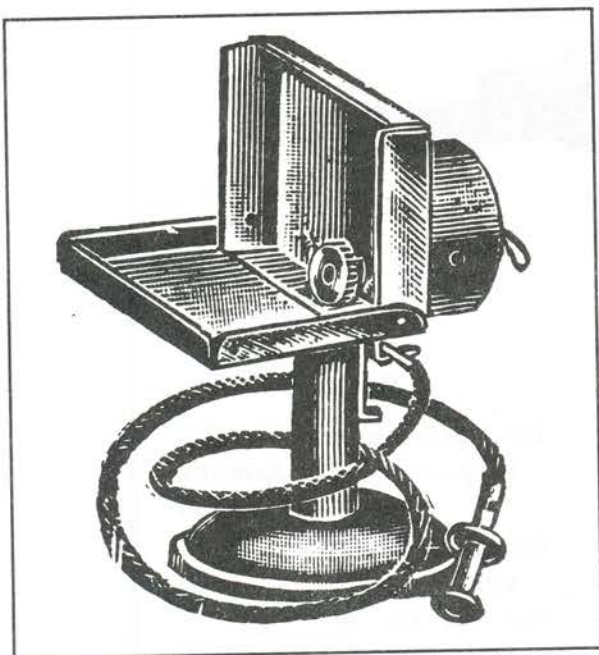
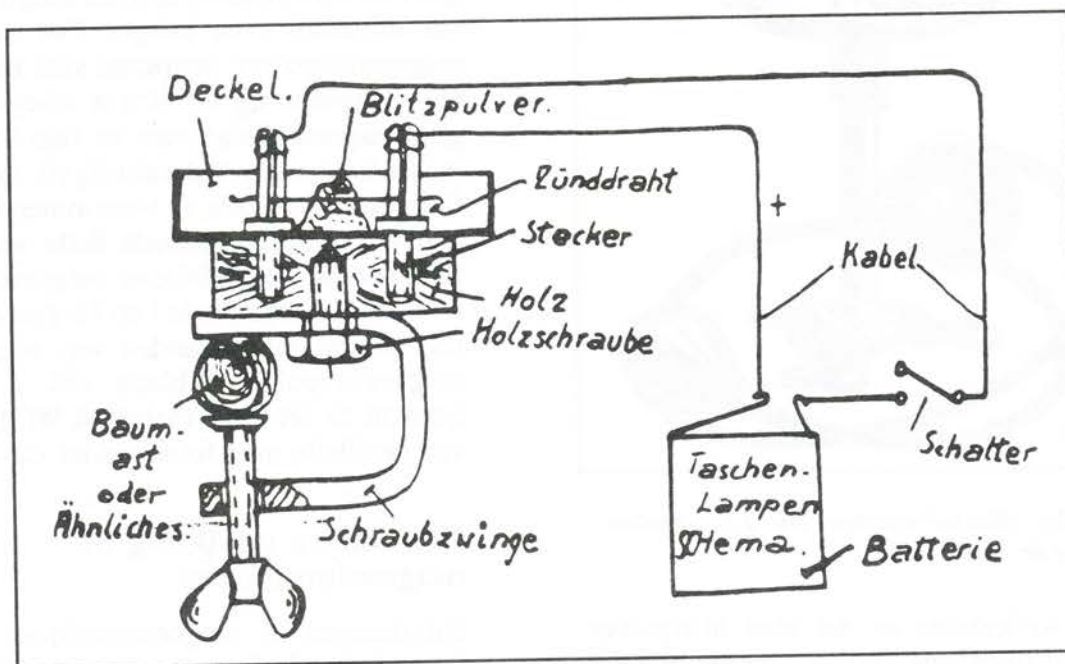
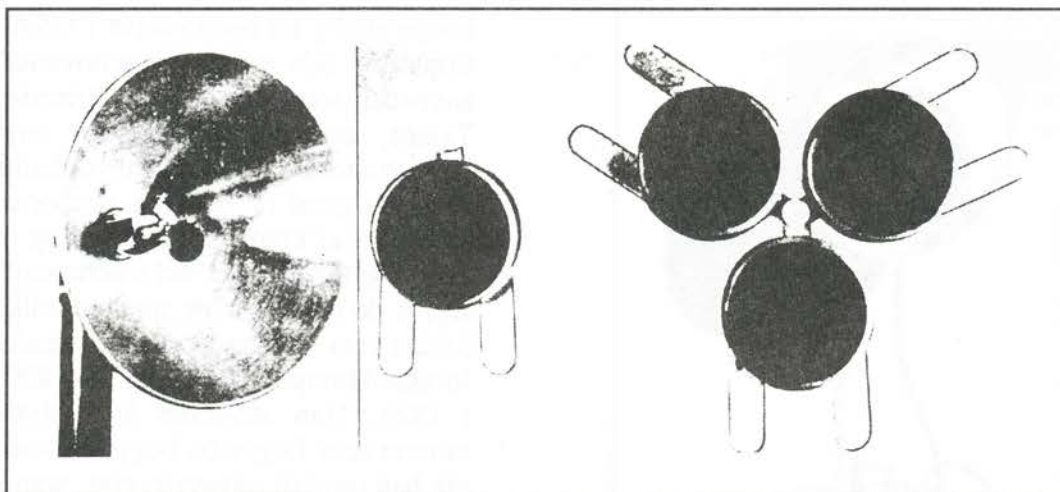

Fig. 11. Agfa blitzpulverlampe fra J.L. Nerlins katalog år 1900.
Fig. 12. Princippet for elektrisk tænding af blitzpulver. Photographische Rundschau 1935.
Fig. 13. Kapselblitz fra Tetenal. Ca. 1950.
ismer. Hovedårsagen til at man fortsatte med at udvikle disse typer var deres prisbillighed. Fra Nerliens katalog 1934-35 (25) kan nævnes: Nerlien lynlyspatroner pr. æske á 10 stk., kr 4,00, lynlyspulver i pakker 10 gr á kr 1,65, i pakker á 100 gram kr 6,60. Til portrætfotografering er doseringen angivet til 0,25 gram og til middelstore grupper 2-3 gram. Seuthelin "røgfri" pulver kostede kr 5,00 pr. 50 gram og kr 16,50 for 200 gram. Selv om man måtte bruge en større dosering af dette pulver var det rimeligt at sammenligne med Vacublitzlamper som kostede kr 1,15 pr. stk. for små og kr 1,50 for de store. Blitzpulverlamper blev leveret i to størrelser. Begge havde automatisk tænding, dvs. det var ikke nødvendigt at bruge tændstikker, og prisen var henholdsvis kr 3,50 og kr 3,00. En Agfa blitzpulverlampe er vist på fig. 11. Poseblitz var meget almindeligt. Den havde en lille lunte til tænding. Princippet for elektrisk tænding af pulveret er vist på fig. 12. Tegningen er fra 1935 (26). En anden type blitzkapsler var Geka-Elektroblitz, en kapsel med skruegevind som kunne skrues i enhver lommelygte (ca. 1940). Ledetallet for den mindste blitz var ca. 70 ved 19/20 DIN og for den største ca. 120, altså meget kraftige. Den kapselblitz som kom Vacublitz-pærer nærmest var Syntaxlicht fra Tetenal, se fig. 13. (27). Kapslen blev sat ind i en stav med